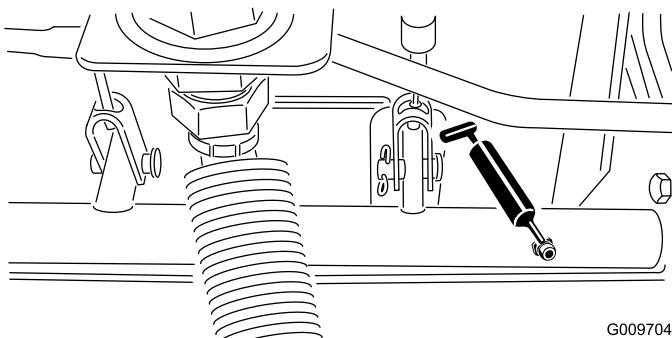

Figure 67
- Roulements d'axes de pivots de freins (5) (Figure 67)